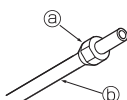

Fig. 4-5
4.2.3. การสวมนัทเข้าไป (Fig. 4-5)